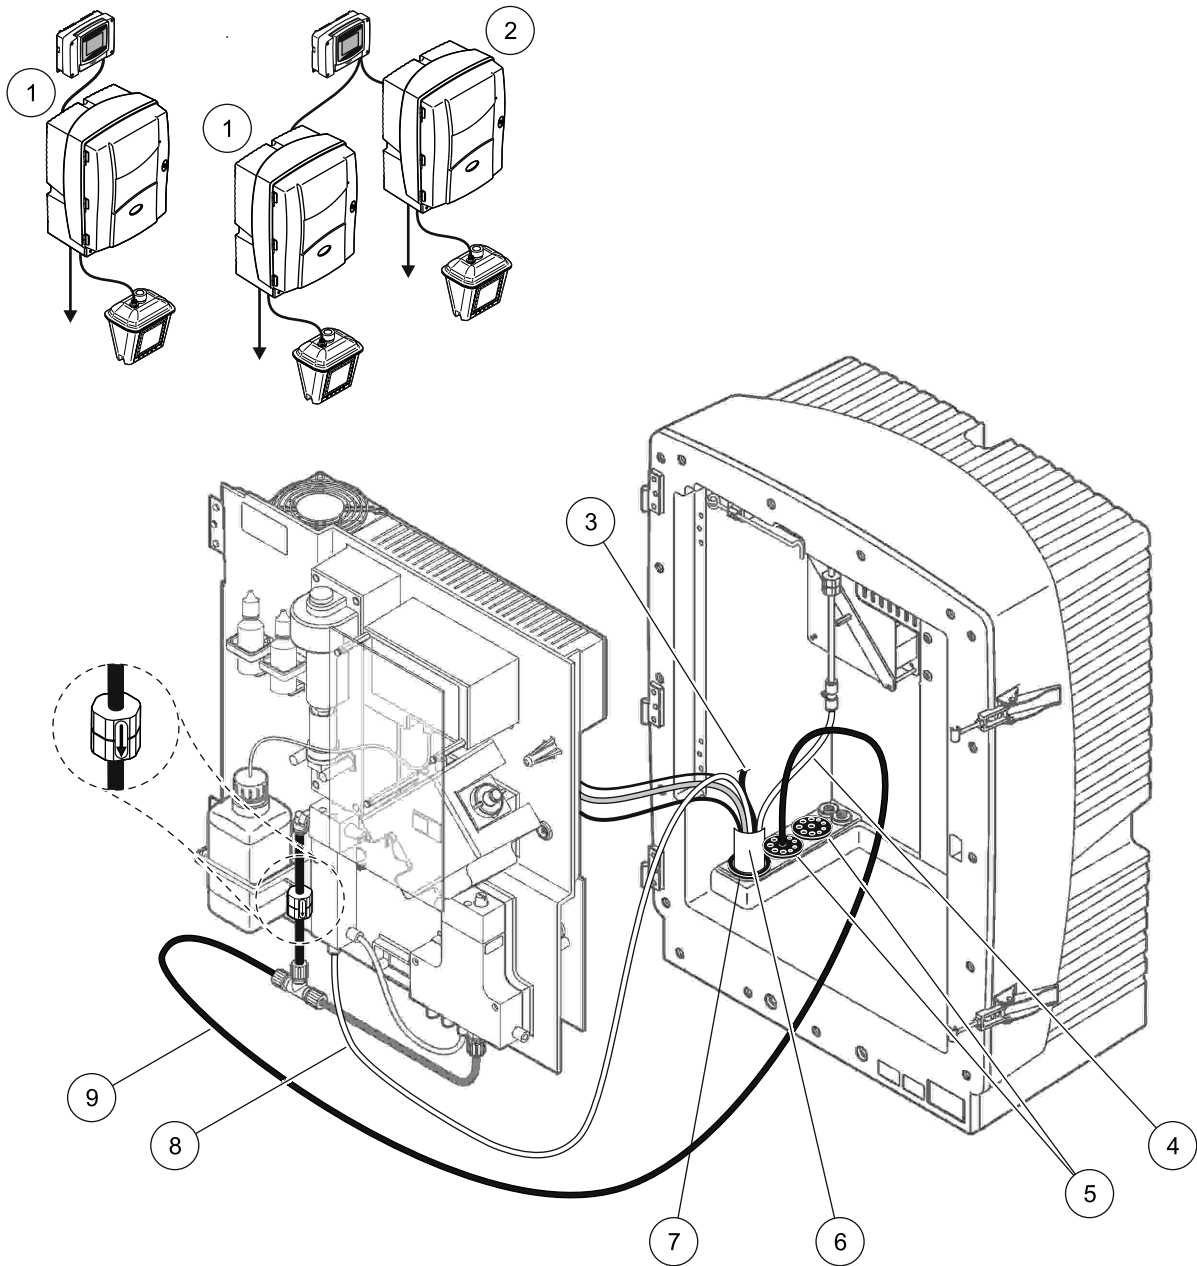

Figura 35 Configuração da Opção 7
Consulte Figura 35 na página 99 e as instruções a seguir, relativas à Opção 7:
2. Passe a mangueira do Filter Probe sc (linhas de amostra, cabos elétricos e tubo do dreno) pela abertura do analisador (Figura 35 na página 99, item 6). Use o Plugue de vedação No. 2 para prendê-la.
5. Conecte o tubo de ar ao compressor (item 4).
7. Conecte a linha de amostra à entrada de amostra no receptáculo de transbordamento usando os adaptadores (item 8).